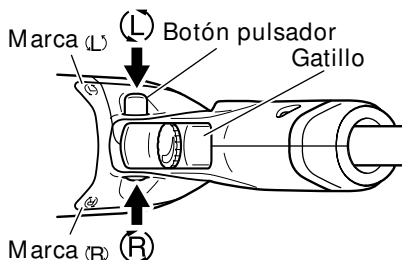

Fig. 5
8. Verifique la dirección de rotación (Fig.5)